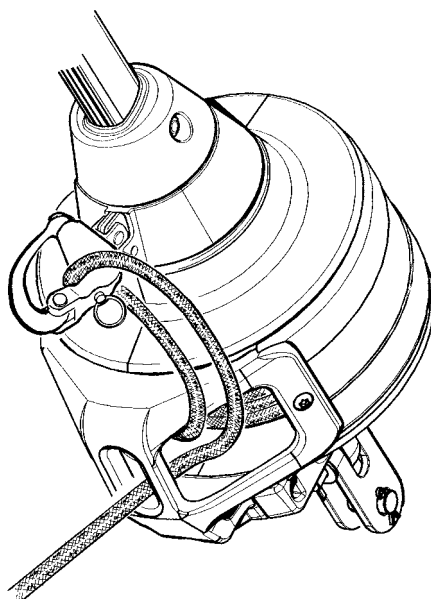

Abb. 6.2.a
- Sichern Sie die Leine im Halshornschnappsckäkel laut Abb. 6.2.a.